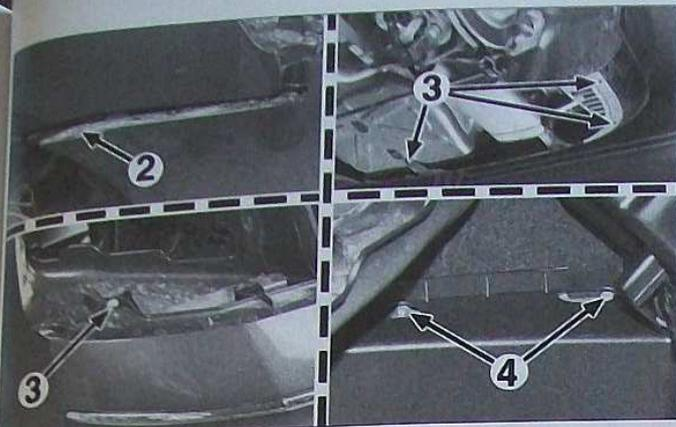

FIG. 74
- les fixations G et D (2) (dans passages de roues extérieurs) (Fig.74).
- les fixations G et D (3).
- les fixations G et D (4) (par l'intérieur du coffre).